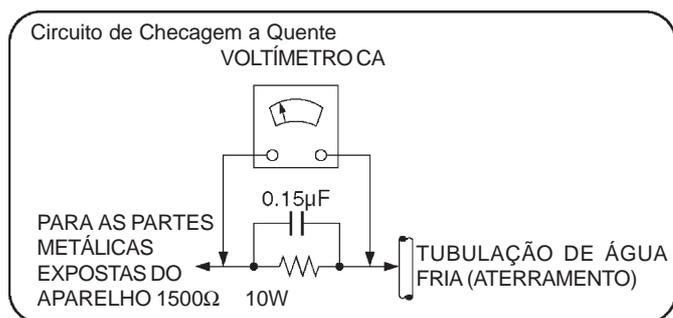

Figura 1
(VEJA A FIGURA 1.)
2. Conecte um resistor de $1,5K\Omega$, 10 Watts, em paralelo com um capacitor de $0,15\mu F$, entre cada parte metálica exposta no aparelho e um bom aterramento como por exemplo, uma tubulação de água, conforme o mostrado na Figura 1.